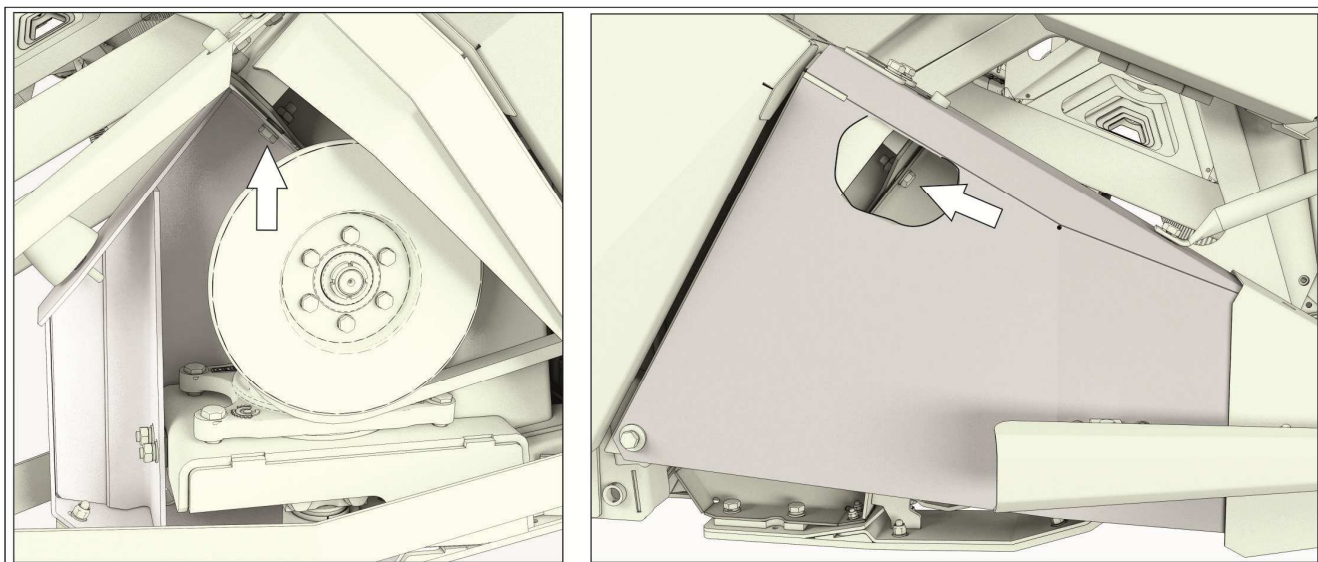

Рисунок 6.13 – Переоборудование жатки
- 2) Открепить болтокрепеж крепления подвижных боковин режущего аппарата к каркасу с обеих сторон жатки (рисунок 6.13);
2) зафиксировать рычаги и подвижные боковины режущего аппарата на каркасе жатки болтокрепёжом (рисунок 6.13). При этом режущий аппарат примет положение, как на рисунке 6.18;